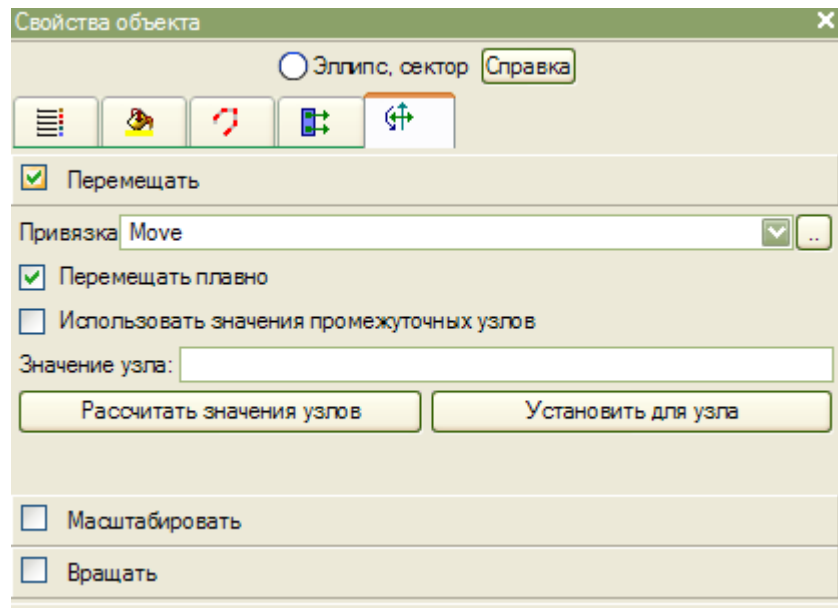

Рисунок 29.1 – Свойства объекта Эллипс
4. В свойствах Сферы перейдите на вкладку Динамическая трансформация. Установите флаг «Перемещать». Теперь установите привязку к аргументу экрана Move. (см. рис. 29.1 и рис 29.2)